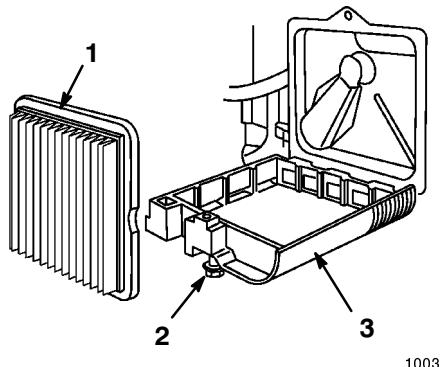

Figure 19
- Desserrer la vis de fixation du couvercle du filtre à air au moteur (Fig. 19).
4. Laisser le couvercle descendre et le nettoyer soigneusement (Fig. 19).
5. Retirer le filtre en papier (Fig. 19) et le jeter.
3. Desserrer la vis de fixation du couvercle du filtre à air au moteur (Fig. 19).
6. Retirer le filtre en papier (Fig. 19) et le jeter.